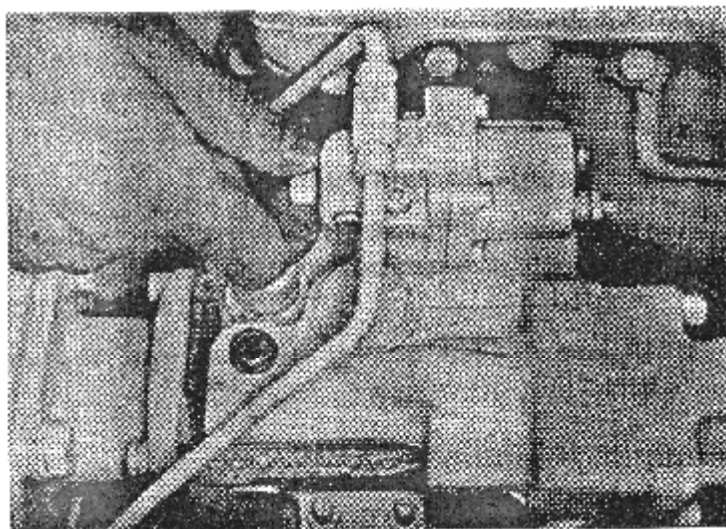

Рис. 1-9 (V21970) Ручной дополнительный привод крана.
3. Откройте ручной топливный кран, если такой имеется, (Рис. 1-9). Электрические клапаны включаются при повороте ключа зажигания. Ручной дополнительный привод можно открывать в случае нарушения электропитания электрического клапана. Для этого повернуть на полный оборот по часовой стрелке; вернуть в прежнее положение после восстановления электропитания.